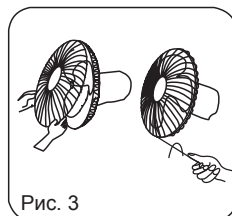

Рис. 3
3. Закрепите обе решетки при помощи пластмассового обода, затем с помощью отвертки затяните стопорный винт. (Рисунок 3)